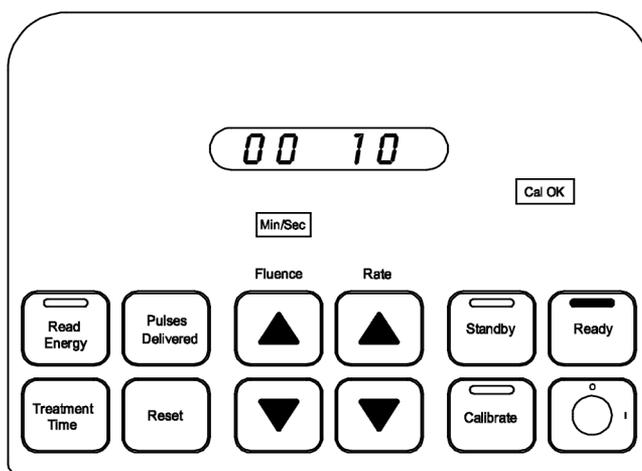

Figura 11
7. Durante l'emissione della radiazione laser da parte del sistema laser a eccimeri, viene memorizzato il tempo di trattamento totale. Per rilevare il tempo di trattamento, arrestare l'emissione della radiazione laser e premere il pulsante **Tempo di trattamento**. La spia di indicazione **Min/Sec** si accende e il tempo di trattamento totale viene visualizzato nella finestra del display. (Figura 11)